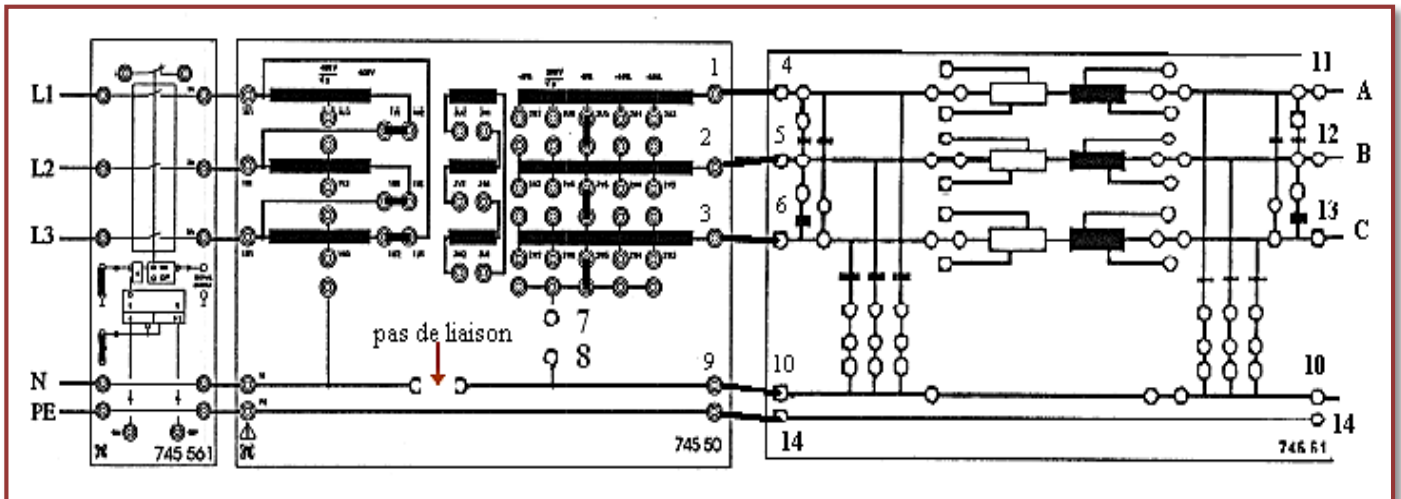

Figure 8.13. Montage à réaliser
- ☞ Réaliser le montage de la figure 8.13.
- Monter le schéma de la figure 8.13